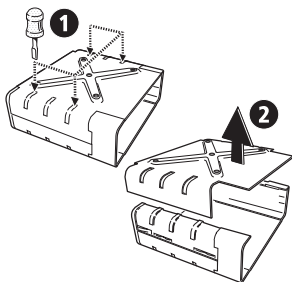

Figura 3: Desmontaje de la Armadura de Soporte del T2000II
- 2 Coloque el soporte sobre una superficie firme y presione una de los bordes centrales de plástico con un destornillador como se muestra en la figura 3. De esta manera se desprenderá el plástico del mismo costado. Haga lo mismo del otro lado.